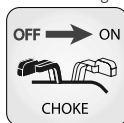

Fig. 5
8. Abra o afogador (Fig. 5, “ON” posição).